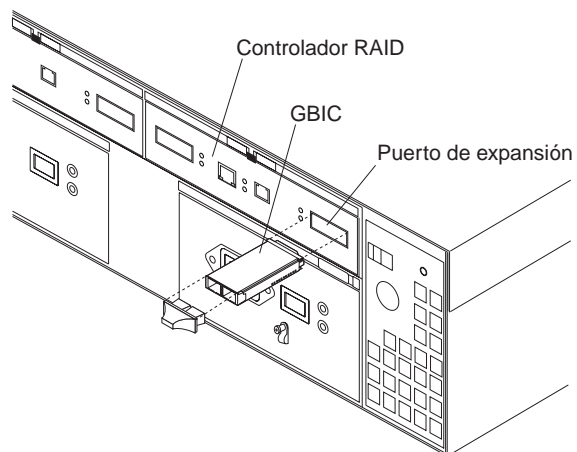

Figura 28. Instalación de un GBIC en una unidad FAST200
1. Inserte un GBIC en el puerto de expansión que se encuentra en la parte posterior de la unidad FAStT200 y extraiga la capucha de protección, tal como se muestra en Figura 28 en la página 33.